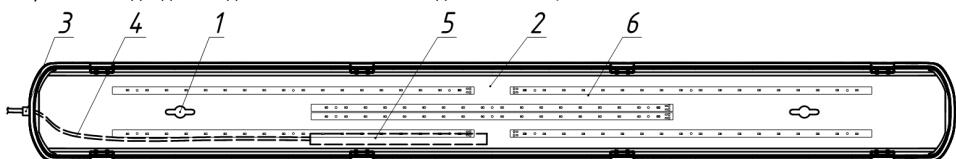

Рисунок 2 – Конструкция светильника Geniled ЛСП.
3.2. Светильник Geniled LSP состоит из основных частей (см. рисунок 2):
- 5.4. Снимите стальную пластину. Для этого переведите поворотные держатели 1 в необходимое положение (Рисунок 2, п.1).
- 5.6. Проведите кабель питания через герметичный уплотнитель (Рисунок 2, п.3) внутрь корпуса и подключите к клеммной колодке светильника.